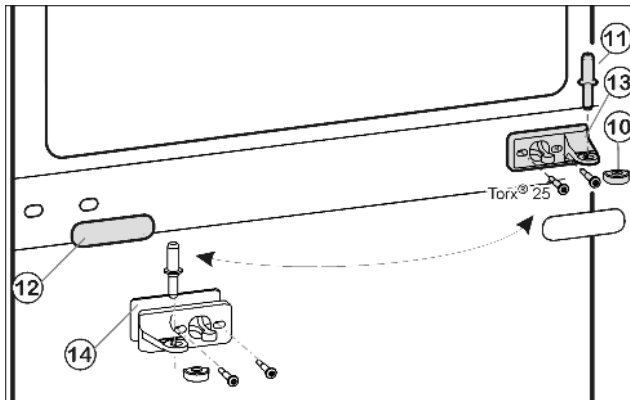
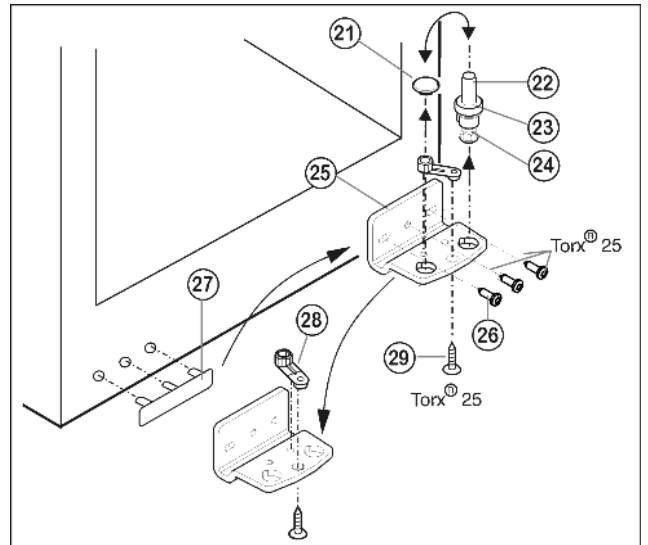

Fig. 9
Fig. 10
- Vedä keskimäinen laakeritappi *Fig. 9 (11)* pois laakerinkannattimesta ja alemmasta ovesta.
- Vedä muovipäällys *Fig. 9 (10)* irti.
- Ruuvaa keskimäinen laakerinkannatin *Fig. 9 (13)* irti (2 kertaa Torx® 25).
- Vedä suojuuskansi *Fig. 9 (12)* varovasti irti.
- Ruuvaa keskimäinen laakerinkannatin *Fig. 9 (13)* alustoi-neen *Fig. 9 (14)* 180° käännettynä uudelle saranapuolelle **kiinni** (4 Nm).
- Lukitsesuojuskansi *Fig. 9 (12)* 180° käännettynä uudelle kahvan puolelle.
- Vedä koko laakeritappi *Fig. 10 (22)* levyineen *Fig. 10 (23)* ja tukijalkoi-neen *Fig. 10 (24)* irti ylöspäin vetäen.
- Kohota tulppa *Fig. 10 (21)* pois.
- Laakerinkannatin *Fig. 10 (25)* ruuvataan irti *Fig. 10 (26)*.
- Saranaosa *Fig. 10 (28)* ruuvataan irti *Fig. 10 (29)* ja ase-taan vastakkaisella puolella laakerinkannattimen reikään sekä ruuvataan taas kiinni.
- Nosta kahvanpuoleinen kansi *Fig. 10 (27)* varovasti irti ja vaihda se toiselle puolelle.
- Ruuvaa uudella saranapuolella oleva laakerinkannatin *Fig. 10 (25)* **kiinni** (4 Nm) tarvittaessa akkuruuvinväännintä apuna käyttäen.
- Aseta tulppa *Fig. 10 (21)* taas toiseen reikään.
- Asenna koko laakeritappi *Fig. 10 (22)* levyineen ja tukijal-koineen taas paikalleen. Katso tällöin, että lukitusnokka osoittaa taaksepäin.
- Aseta alempi ovi ylhäältä käsin alempaan laakeritappiin *Fig. 10 (22)*.
- Aseta muovipäälylys *Fig. 9 (10)* jälleen keskimmäisen laakerinkannattimen *Fig. 9 (13)* päälle.
- Pistä keskimmäinen laakeritappi *Fig. 9 (11)* uudella saranapuolella keskimmäisen laakerinkannattimen *Fig. 9 (13)* läpi alempaan oveen.
- Aseta ylempi ovi keskimmäiseen laakeritappiin *Fig. 9 (11)*.
- Säädä ovien asento tarvittaessa alimman laakerinkannattimen *Fig. 10 (25)* ja keskimmäisen laakerinkannattimen *Fig. 9 (13)* pitkittäisreijistä laitteen seinän kanssa samansuuntaiseksi. Tätä varten ruuvataan alimman laakerinkannattimen *Fig. 10 (25)* keskimmäinen ruuvi irti.